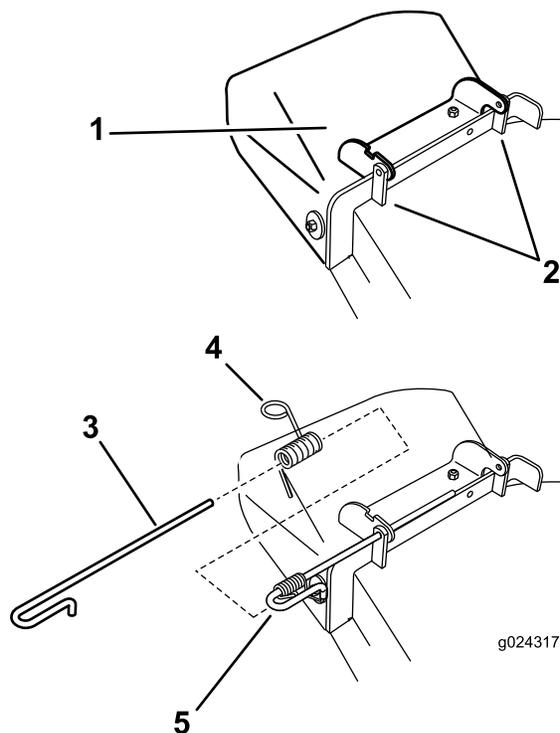

Figura 70
1. Desenganche el muelle de la muesca del soporte del deflector, y retire la varilla de los soportes soldados de carcasa, el muelle y el deflector de descarga (Figura 70).
3. Coloque el nuevo conjunto del deflector de descarga con los extremos de los soportes entre los soportes soldados de la carcasa, según se muestra en la Figura 70.